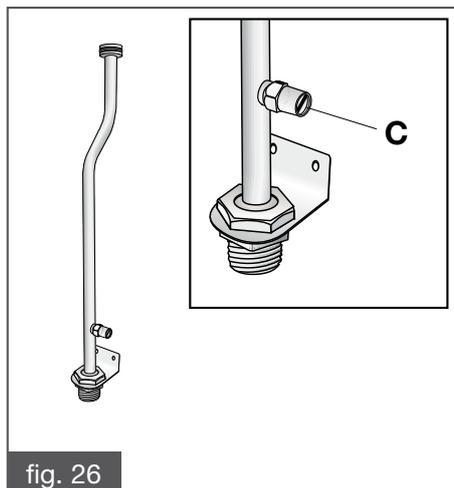

fig. 26
- Ad apparecchio acceso controllare la pressione di alimentazione inserendo lo strumento di misura nella presa di pressione **C** (fig. 26) sulla tubazione di ingresso del gas dopo avere svitato la relativa vite.